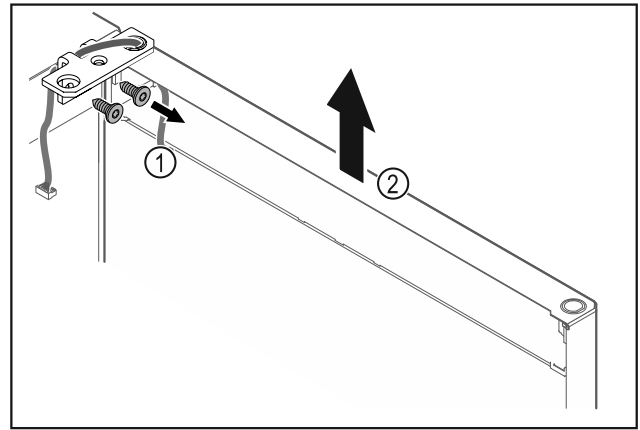

Fig. 24
- ▶ Csavarozza le a csuklópántot Fig. 24 (1).
- ▶ Az ajtót a csuklópánttal Fig. 24 (2) együtt emelje meg felfelé kb. 200 mm-rel, majd vegye le.